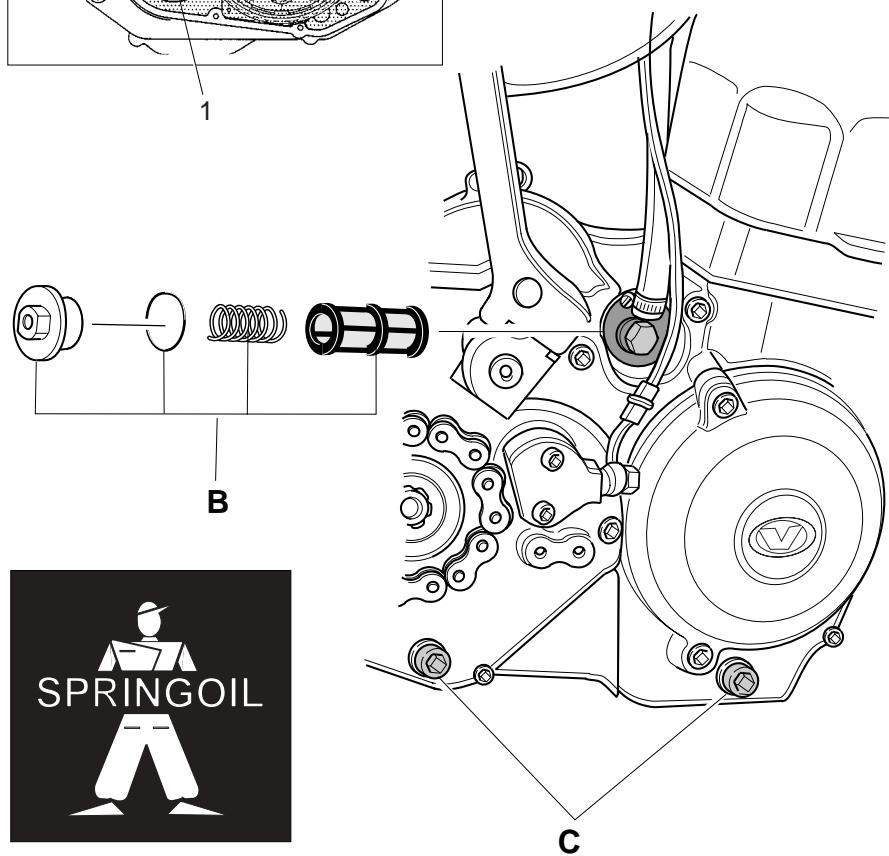

Fig. 7
2. Spurgare l'olio con le viti di spуро (Rif.C - Fig.7).
3. Pulire sempre il filtro dell'olio (Rif.B - Fig.7) sostituire ogni 3 - 4 cambi d'olio.
4. Riserrare le viti di spуро (Rif.C - Fig.7) e rabboccare con olio nel foro di rabbocco (Rif.A - Fig. 6) fino a raggiungere il livello corretto.
2. Drain the oil by removing the drain plugs (Ref.C - Fig.7).
3. When 3 or 4 changing the oil, always clean the oil filter at (Ref.B - Fig.7) or fit a new filter.
4. Refit the drain plugs (Ref.C - Fig. 7) and fill the engine with new oil through the filler hole(Ref.A - Fig.6) to the correct level.
2. Die Ölablaßschrauben (Bez.C- Abb.7) herausdrehen und das Öl ablassen-Entsorgungsvorschriften beachten!
3. Das Ölfilter (Bez.B - Abb. 7) bei jeder 3 oder 4 Ölwechselen erneuern. Das Ölfilter bei jeder Ölwechsel reinigen.
4. Die Ölablaßschrauben(Bez.C - Abb.7) eindrehen und Öl an der Einfüllöffnung (Bez.A - Abb.6) bis zum vorschriftsmäßigen Ölstand einfüllen.
2. Enlevez les bouchons de vidange (Rèf.C - Fig.7) et laissez couler l'huile.
3. Nettoyez le filtre de l'huile (Rèf.B - Fig.7) chaque vidange et le-replacez depuis 3 ou 4 vidanges.
4. Remettez en place les bouchons de vidange (Rèf.C - Fig.7) et faites le plein d'huile pour l'orifice (Rèf.A - Fig.6) jusqu'au niveau indiqué.